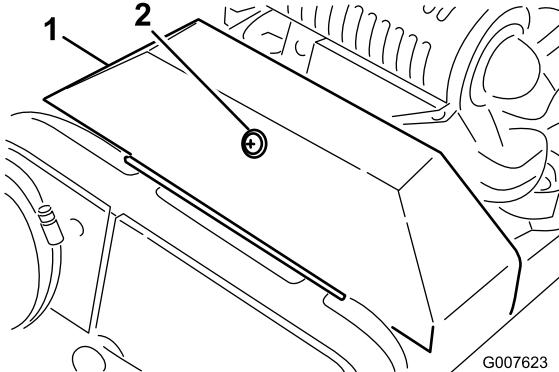

図 33
- V ベルト・カバーを固定しているリテーナをゆるめて、カバーを開ける（図 33）。
2. Vベルト・カバーを固定しているリテーナをゆるめて、カバーを開ける（図 33）。